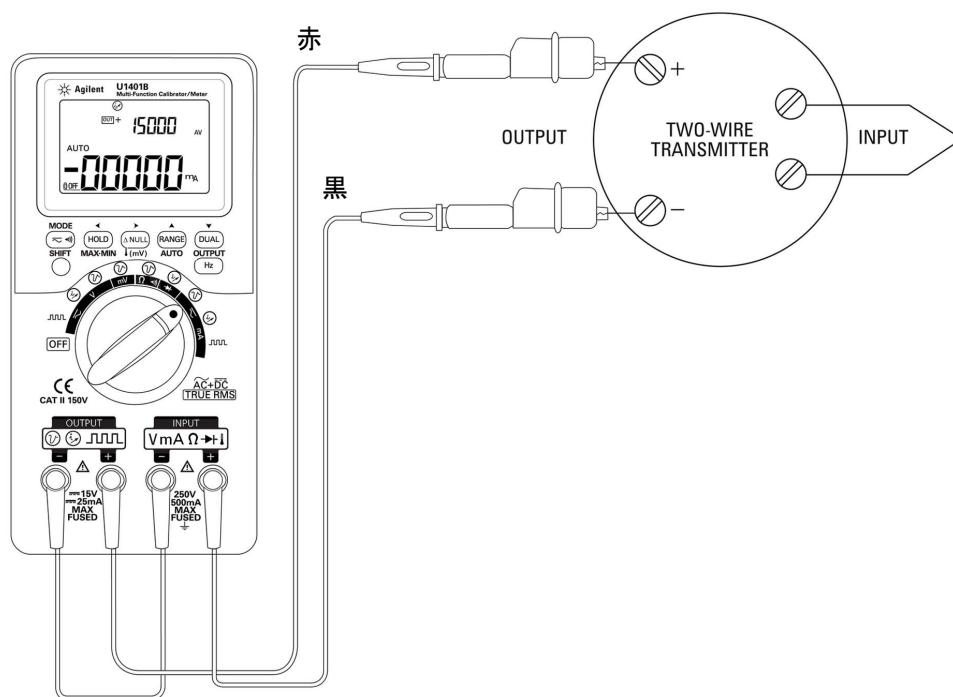

図 5-16 2 端子トランスミッタの検証
- 2 本器の正の出力端子と2端子トランスミッタの正の出力端子を、赤のワニロリードで接続します。図 5-16 (114 ページ) を参照してください。